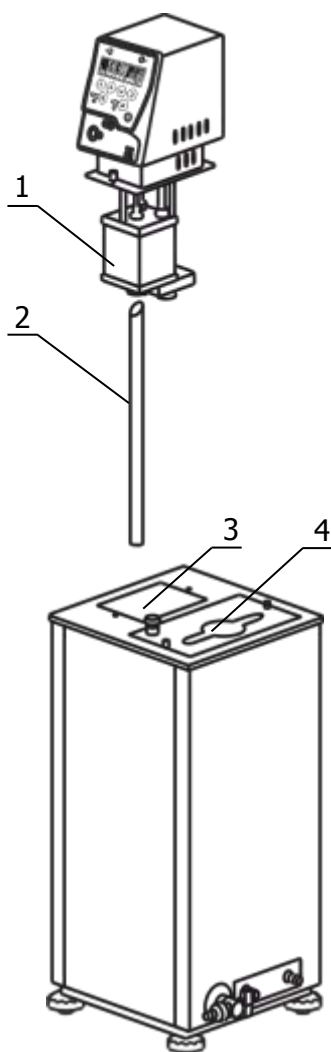

Рисунок 3 — Установка блока регулирования
2.2.3 Вставить выходную трубку 2 (рисунок 3) косым срезом до упора в резервуар 1 блока регулирования и зафиксировать ее винтом.
Причина отсутствия перемешивания — неправильная работа насоса, вызванная воздушной пробкой, образовавшейся в резервуаре 1 (рисунок 3). Для ее устранения необходимо: